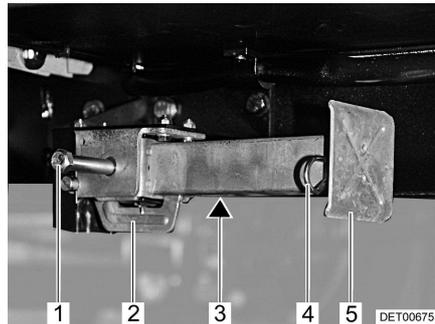

Bild 14 Hubstütze
- Am Sechskant (Bild 14,1) den Steckschlüssel aufstecken und drehen, bis die Hubstütze senkrecht nach unten steht.
- Wenn die Länge der Hubstütze verstellbar ist, den Splint (Bild 14,4) aus der Stützfußverlängerung (Bild 14,5) herausziehen.
- Am Sechskant (Bild 14,1) den Steckschlüssel aufstecken und drehen, bis die Hubstütze wieder vom Boden frei ist.
- Stützfußverlängerung (Bild 14,5) ganz einschieben und Splint (Bild 14,4) in die vorgesehene Bohrung an der Stützfußverlängerung stecken.
- Am Sechskant (Bild 14,1) drehen, bis die Hubstütze nach oben geschwenkt ist und die Führung (Bild 14,2) ganz am Ende des Schlitzes (Bild 14,3) ansteht.